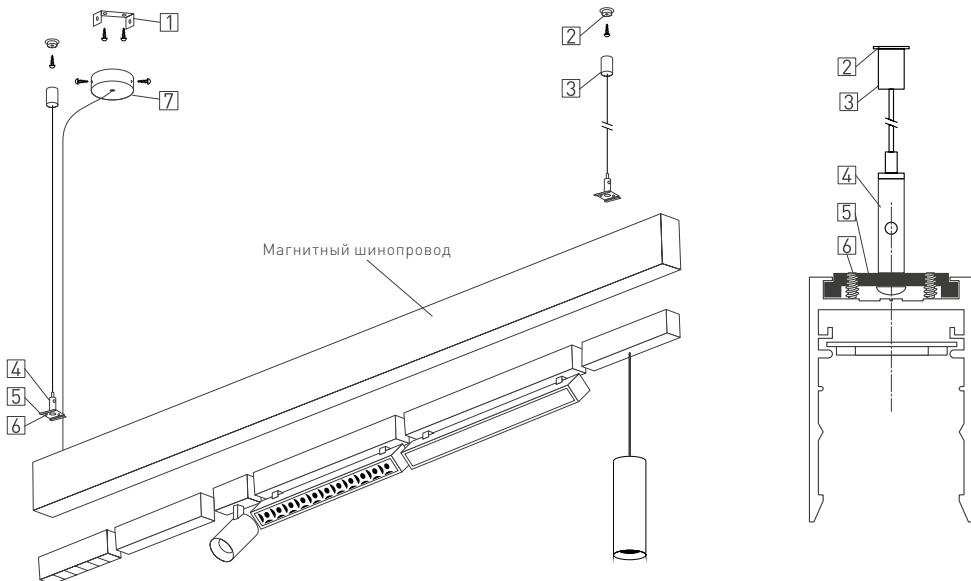

Рис. 3. Установка шинопровода на подвес
- 3.5. Закрепите на монтажной поверхности резьбовые втулки [2] из комплекта поставки «Подвес MAG-HANG-25» и наверните на них ответные части с продетым в них тросом [3] (здесь и далее см. рисунок 3).